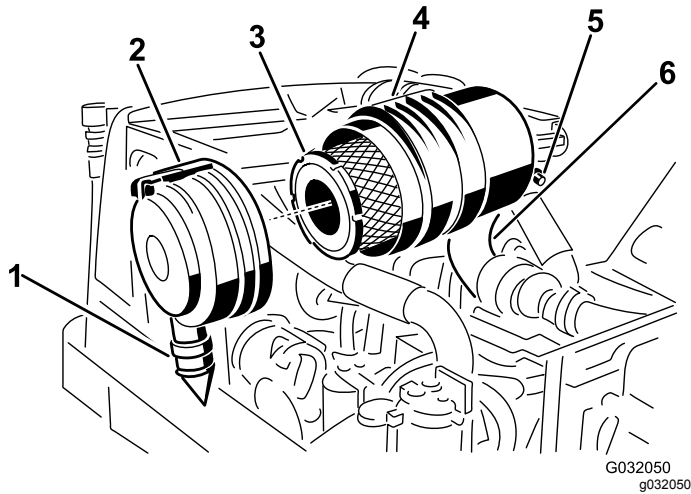

图 48
2. 拆下主滤芯图 48。
3. 更换主滤清器图 48。
7. 安装盖子时将橡胶排气阀位置朝下——即从末端看介于5点钟至7点钟位置之间并用门锁固定图 48。